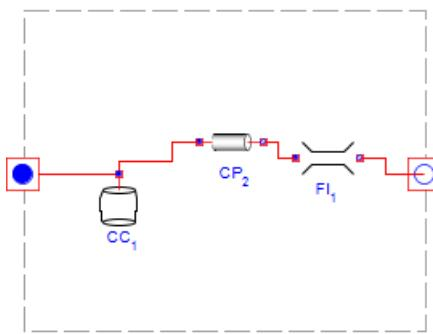

図6.29 離散化されたパイプラインのセグメント
1. 図6.28「ウォーターハンマー」や図6.29「離散化されたパイプラインのセグメント」にあるようなコンポーネントと接続のあるモデルを作成します。